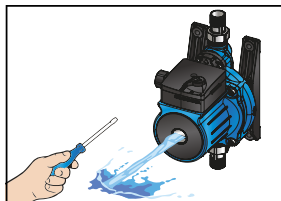

Рисунок 10
- когда насос заполнится и пойдет вода без пузырьков воздуха, закрутите винт (рисунок 10).